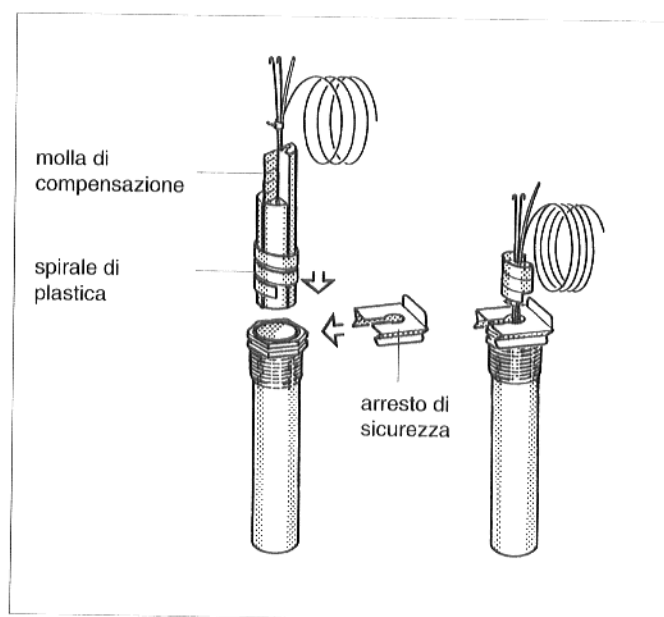

Fig. 9: Guaina d'immersione e sonda termica
- Inserire a fondo la sonda termica nella guaina di immersione. La spirale di plastica viene espulsa automaticamente. Inserire la molla di compensazione nella guaina (Fig. 9) insieme alla sonda.
- Inserire l'arresto di sicurezza (a corredo dell'apparecchio di regolazione) sulla testa della guaina premendo dall'alto e dal lato (Fig. 9).